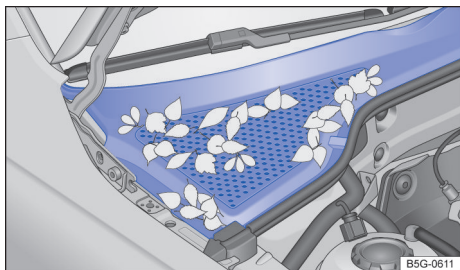

Fig. 242 Entre o compartimento do motor e o para-brisa: caixa coletora de água (representação esquemática).
Caixa coletora de água, compartimento do motor: Retire as folhas secas e outros objetos soltos com um aspirador ou com a mão → Fig. 242 → ①. A limpeza do compartimento do motor deve ser solicitada sempre a uma Concessionária Volkswagen ou a uma empresa especializada → ⚠.